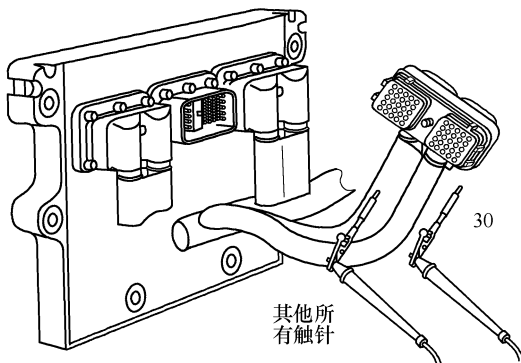

图 3-50 测量触针 30 与该插头中其他所有触针之间的电阻
① 断开钥匙开关, 从引针插头线束上断开 OEM 线束, 从 ECM 上断开执行器线束。
② 测量执行器线束 ECM 插头触针 30 与该插头上其他所有触针之间的电阻(图 3-50), 应大于 $100\text{k}\Omega$ 。若不合格, 维修或更换发动机线束。
① 连接所有部件, 打开钥匙开关。
② 起动发动机, 怠速运转 1min , 使用服务软件清除非现行故障码。